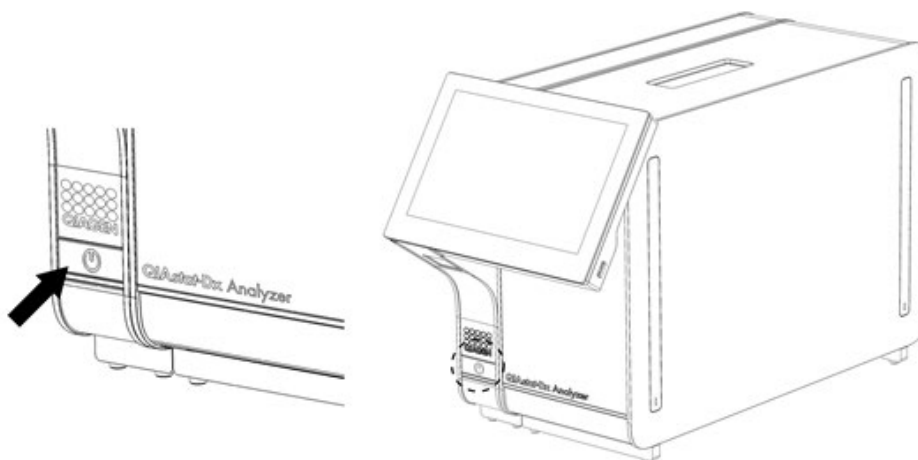

Bild 22. Trycka på ON/OFF-knappen (på/av) för att starta instrumentet.
1. Tryck på ON/Off (På/Av)-knappen på framsidan av QIAstat-Dx Analyzer 2.0 för att starta enheten (bild 22).